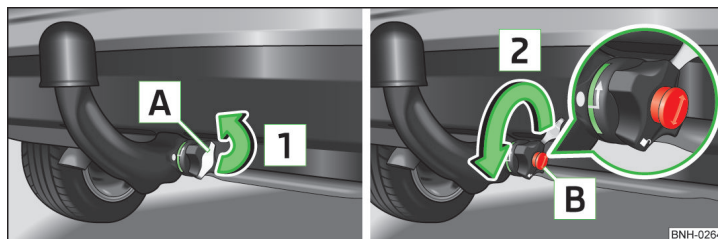

Abb. 116 Schlosskappe abnehmen / Schloss entriegeln
- › Die Kappe **A** vom Handradschloss in Pfeilrichtung **1** » Abb. 116 abnehmen.